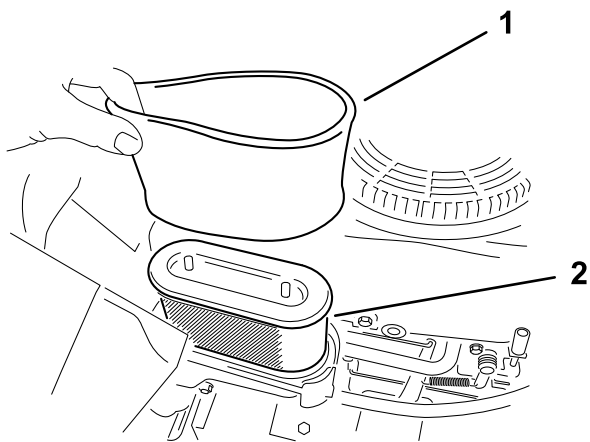

Figure 28
5. Retirez avec précaution les éléments en mousse et en papier du boîtier du filtre à air (Figure 28).
Remarque: Remplacez-le s'il est très encrassé (Figure 28).
1. Montez l'élément en mousse sur l'élément en papier (Figure 28).